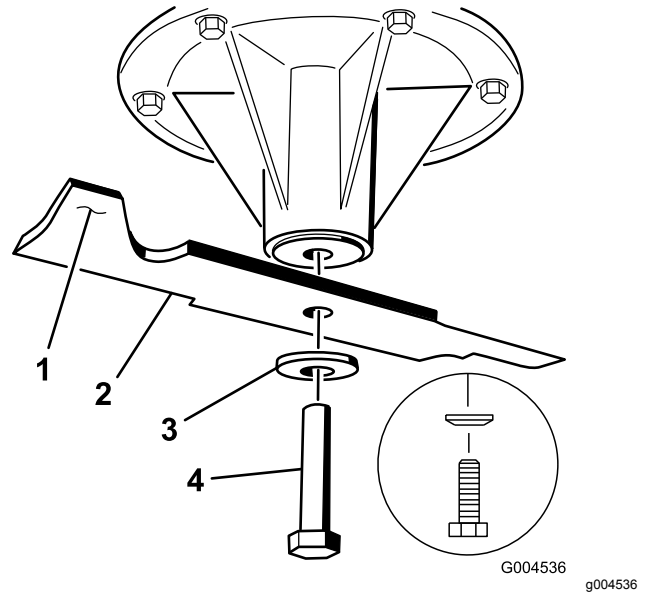

Figura 115
2. Retire o parafuso da lâmina esquerda e central, a anilha curva, e a lâmina do eixo (Figura 115).
3. Retire o parafuso da lâmina direita (rosca no lado esquerdo), a anilha curva, e a lâmina do eixo (Figura 115).
- Instale as lâminas esquerda e central, as anilhas curvas e os parafusos da lâmina no eixo (Figura 115 e Figura 116).
Nota: Instale o cone da anilha curva na direção da cabeça do parafuso (Figura 115).
- Instale a lâmina direita, a anilha curva e o parafuso da lâmina (com rosca no lado esquerdo) no eixo (Figura 115 e Figura 116).